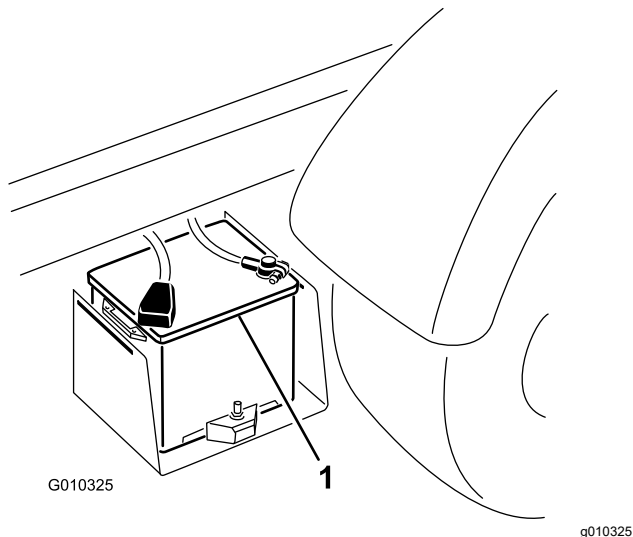

Bild 51
2. Schließen Sie ein Starthilfekabel an die Pluspole der zwei Batterien an (Bild 51). Der